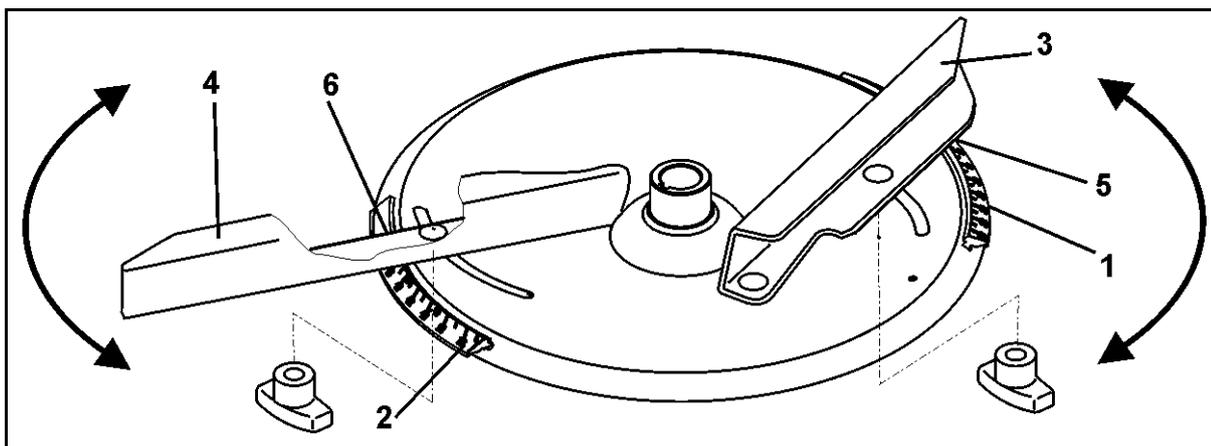

Fig. 84
Zur exakten, werkzeuglosen Einstellung der einzelnen Streuschaufelstellungen sind auf jeder Streuscheibe zwei unterschiedliche, unverwechselbare Skalen (Fig. 84/1 und Fig. 84/2) angeordnet.
- Der kürzeren Streuschaufel (Fig. 84/3) ist die Skala (Fig. 84/1) mit den Werten von 5 bis 28 und der längeren Streuschaufel (Fig. 84/4) die Skala (Fig. 84/2) mit den Werten von 35 bis 55 zugeordnet.
- Für die kurze Streuschaufel (Fig. 84/3) den Einstellwert an der Ablesekante (Fig. 84/5) ablesen.
- Für die lange Streuschaufel (Fig. 84/4) den Einstellwert an der Ablesekante (Fig. 84/6) ablesen.
- Das Verschwenken der Streuschaufeln auf einen höheren Zahlenwert der Skala (Fig. 84/1 bzw. Fig. 84/2) bewirkt eine Vergrößerung der Arbeitsbreite.